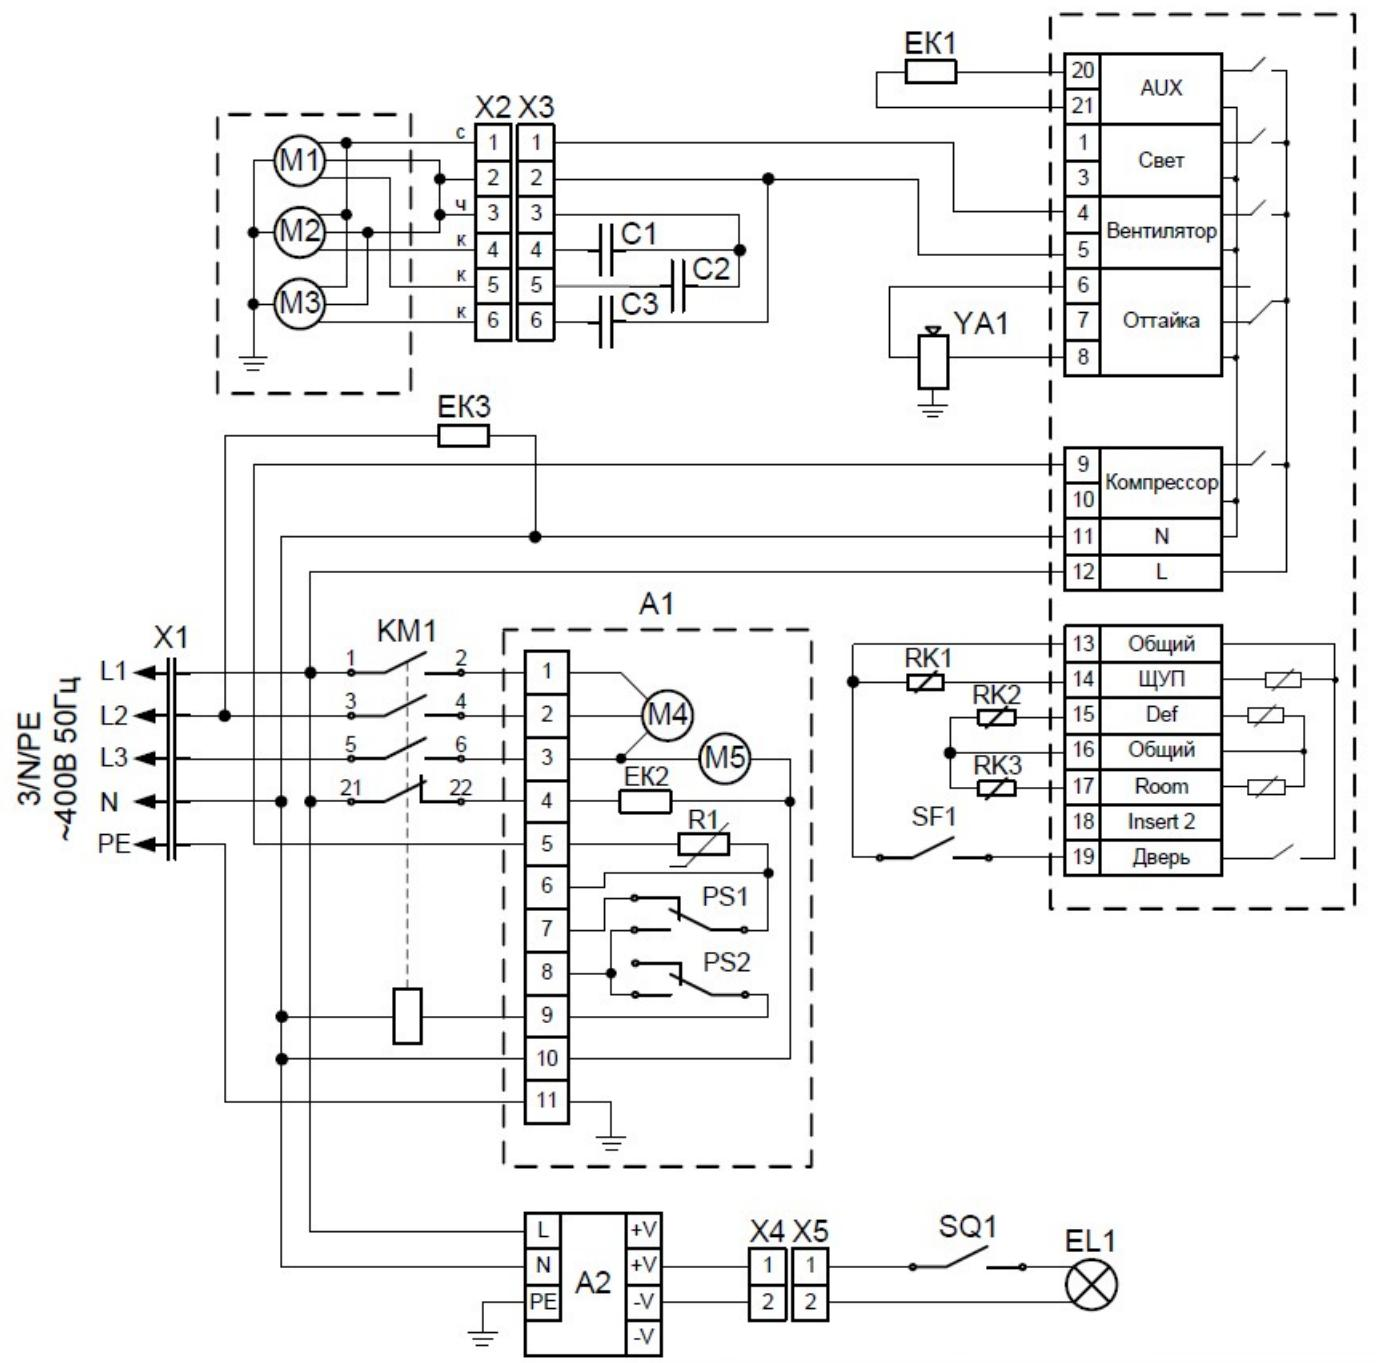

Рис.11 Принципиальная электрическая схема шкафа
- установите новый шнур питания, аналогичный штатному шнуру питания (см. Раздел 6 Руководства) в соответствии со схемой на рис.11; Сборку произведите в обратной последовательности.